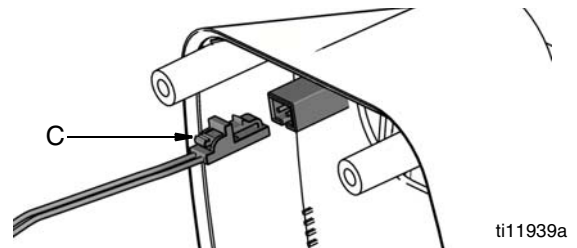

FIG. 49
- Reconnectez le fil solénoïdal (C) (FIG. 49).